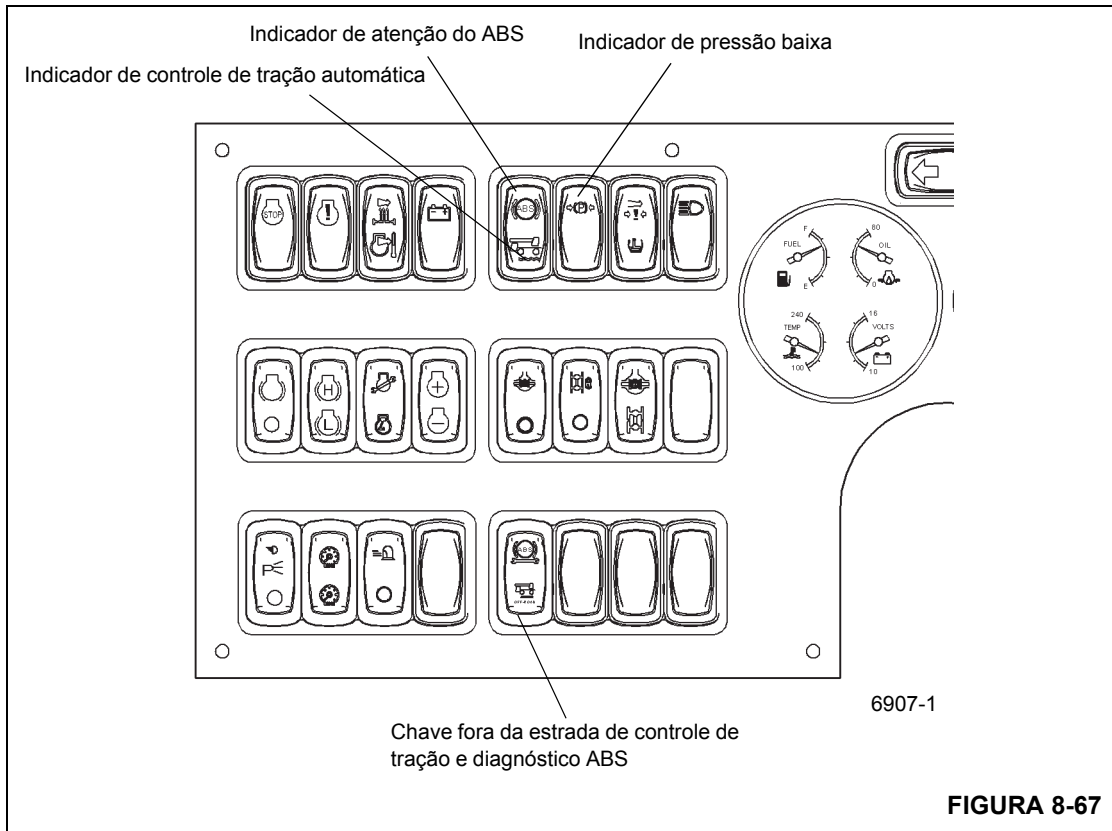

FIGURA 8-67
1. Drene todos os reservatório para zero (0) psi abrindo as válvulas de dreno. Se ainda não tiver sido aplicado, o freio de estacionamento será aplicado conforme o sistema é drenado. Verifique se os freios de estacionamento são aplicados em todas as rodas traseiras.
- a. O indicador de baixa pressão do ar (Figura 8-67) deve acender e um aviso sonoro deve soar até que ambos os manômetros indiquem a pressão de ar de 4,14 a 4,83 bar (60 a 70 psi).
3. Libere o freio de estacionamento pressionando o botão amarelo na frente do console (Figura 8-67). Em unidades equipadas com lança com reboque, pressione o botão amarelo e o botão vermelho. Verifique se o dispositivo de engate falso está instalado no suprimento do